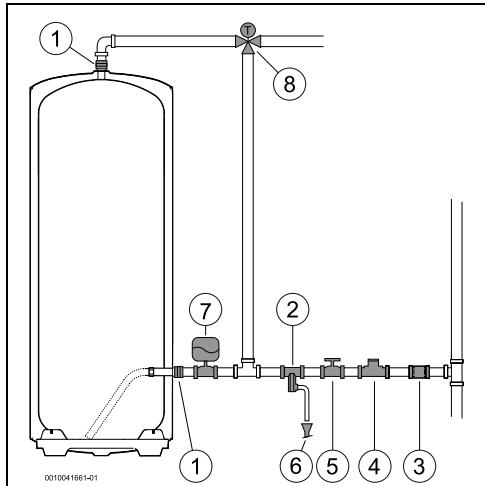

Fig. 7 Raccordement d'eau (300)
- Fermer la vanne d'arrêt de l'eau (→ Fig. 7, [5]).
- ▶ En cas d'utilisation de tubes PEX, installer un contrôle thermostatique (Fig. 7, [8]) sur le tube de sortie de l'appareil. Il doit être réglé pour correspondre aux performances du matériel utilisé.
- installer un réducteur de pression (Fig. 7, [4]). La soupape différentielle se déclenche lorsque la pression d'eau dans l'appareil est supérieure à 8 bars ( $\pm 1$  bar), et il est donc nécessaire de prévoir un moyen d'évacuer cette eau.
- installer un vase d'expansion (Fig. 7, [7]) pour empêcher l'ouverture trop fréquente de la soupape différentielle. Le volume du vase d'expansion doit être équivalent à 5% du volume de l'appareil.